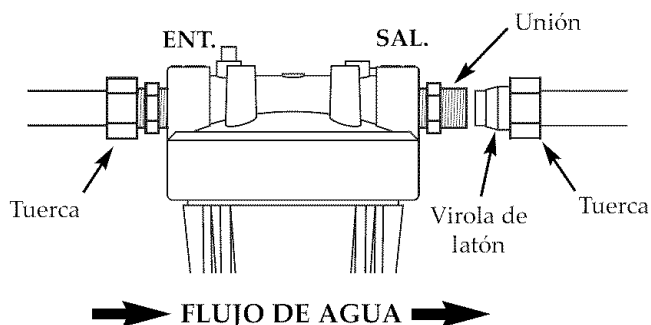

Figura 9
8. Con el lado de la **ENTRADA (IN)** del filtro **hacia el agua entrante**, separe las tuberías y encaje ambos extremos del tubo en las uniones de compresión. Mueva una tuerca y una virola hacia la unión. (Vea la Figura 9.) Luego, gire y apriete la tuerca. Sujete la unión con una llave mientras aprieta la tuerca con la otra. Repítalo en el otro lado.